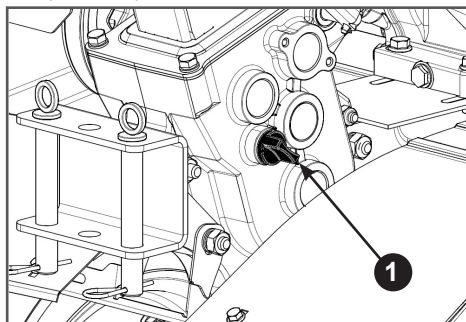

Рис. 25. Крышка маслосазливного отверстия редуктора
2. Открутите крышку маслосазливного отверстия редуктора. Крышка находится с правой стороны редуктора под рычагом переключения передач (Рис. 25).